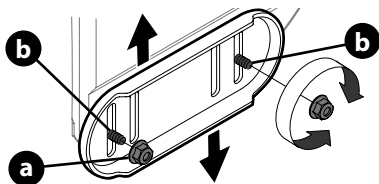

Figure 41
1. Desserrez les écrous hexagonaux (a) (deux de chaque côté) et les boulons de carrosserie (b). Placez les patins à la position désirée. Voir (Figure 41).
NOTE : Les patins de votre souffleuse à neige peuvent être différents de ceux illustrés sur la Figure 41.